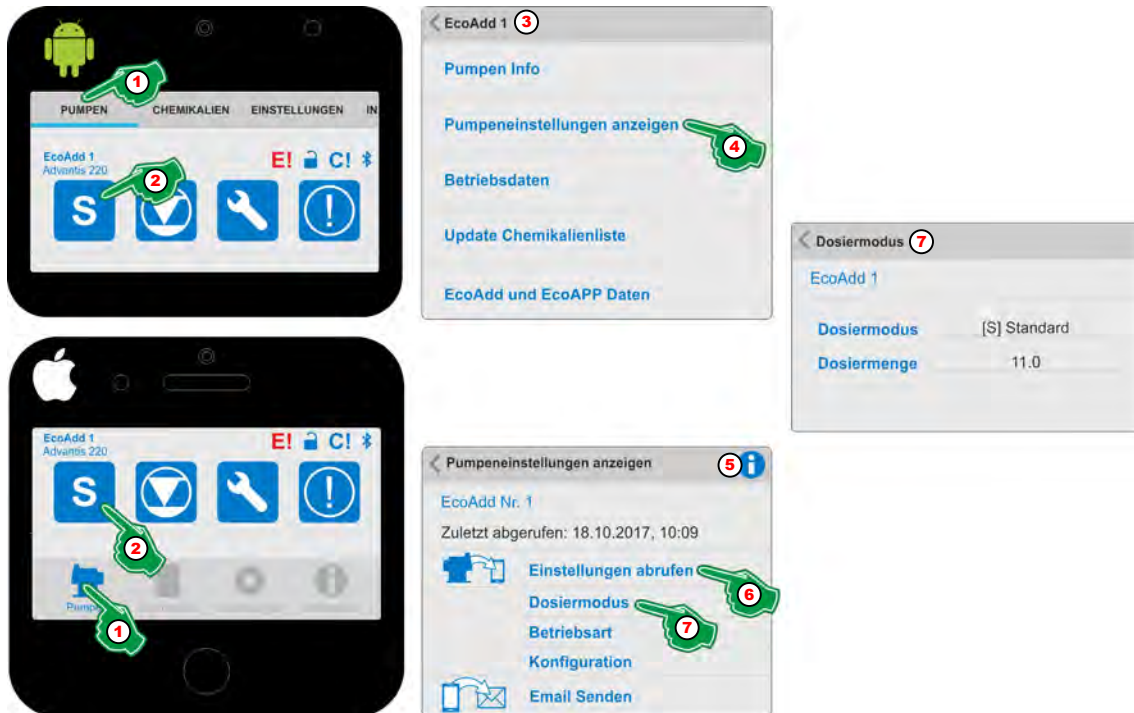

Abb. 24: Pumpeneinstellungen anzeigen - Dosiermodus
1. ► Menü [Pumpen] (Abb. 24 ,Pos. 1) auswählen.
2. ► „Dosiermodus“ Symbol (Abb. 24, Pos. 2) auswählen.
3. ► Zur Kontrolle, von welcher Pumpe derzeit Daten angezeigt werden auf die Kopfzeile (Abb. 24, Pos. 3) achten, in der die ausgewählte Pumpe angezeigt wird.
4. ► [Pumpeneinstellungen anzeigen] (Abb. 24, Pos. 4) auswählen.
5. ► Durch Auswahl des [Info] (Abb. 24, Pos. 5) Symbols erscheint folgende Information:
6. ► [Einstellungen abrufen] (Abb. 24, Pos. 6) auswählen.
7. ► [Dosiermodus] (Abb. 24, Pos. 7) auswählen.